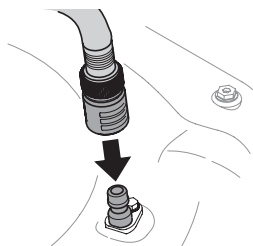

Figura 23
3. Conecte la manguera de jardín con el pico de lavado de plataforma al puerto de agua que está sobre la superficie de su plataforma (Figura 23).